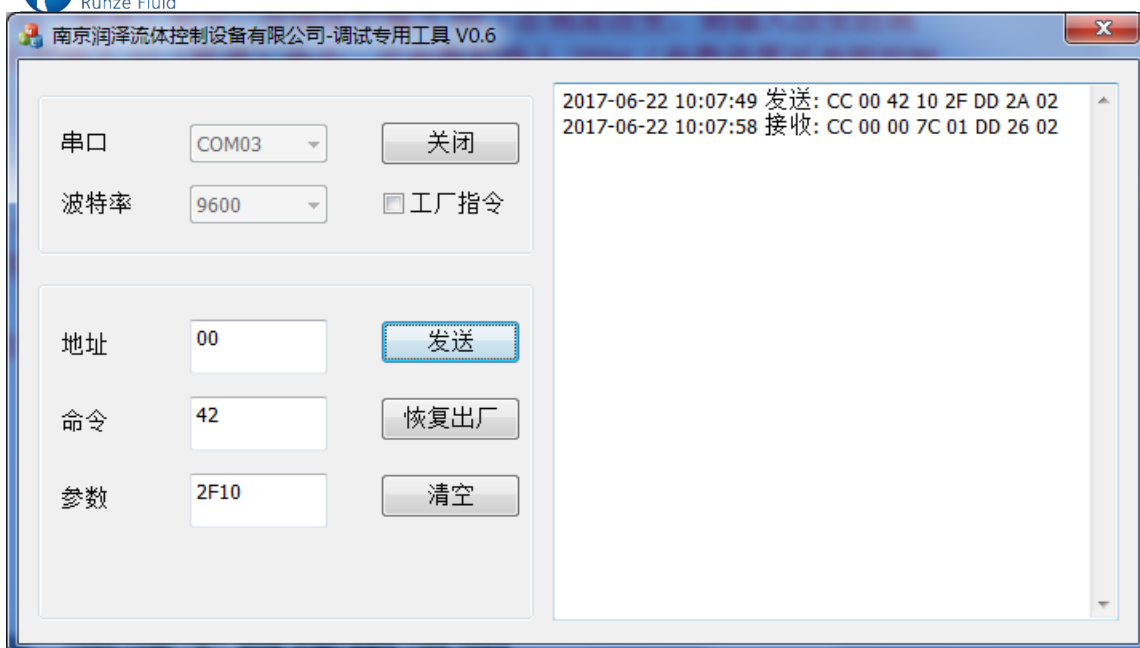

图 13
3、使用 42（排液）命令在地址栏输入 00（若地址改变，则输入改变的地址），在命令栏输入 42（排液）命令，在参数栏输入 2F04（参数设置可参照控制指令），点击发送按钮，接收信息如图 13 所示即为正确